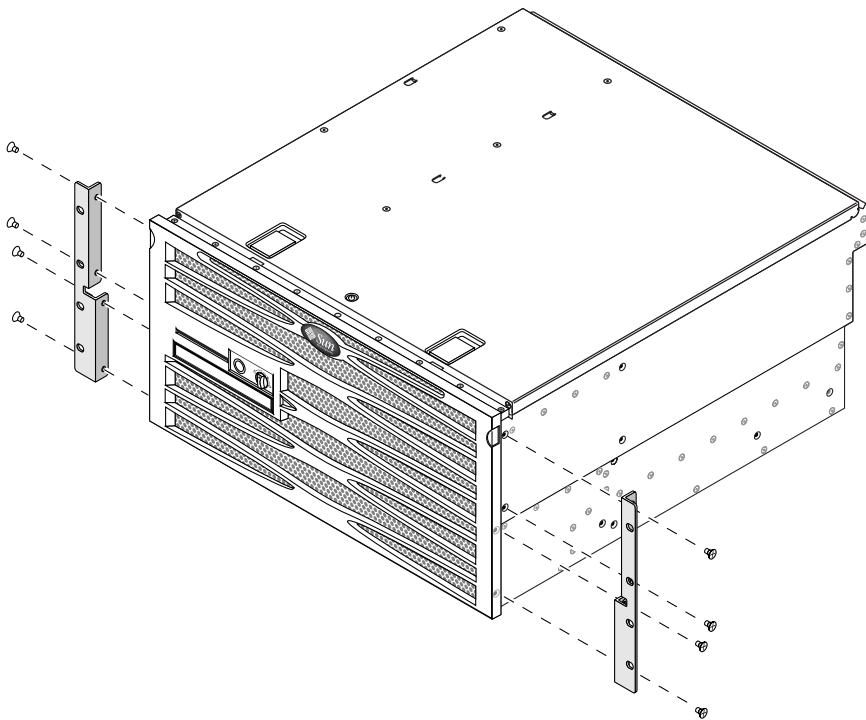

图 3-2 将固定式装配托架固定到服务器上
2. 用八颗自带的 M5 × 8 毫米十字平头螺丝（每个托架用四颗），将两个前端固定式装配托架固定到服务器的两侧（图 3-2）。